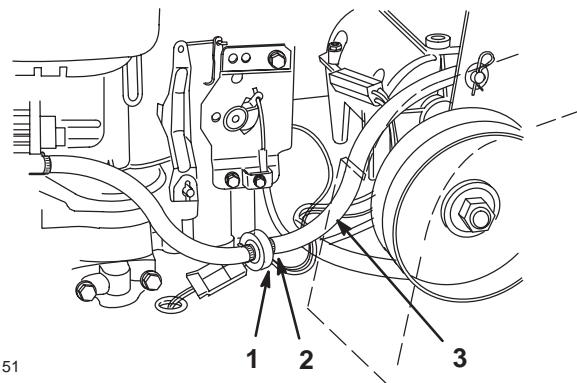

Bild 34
- Drücken Sie die Enden der Schlauchklemmen zusammen und schieben Sie sie vom Filter weg (Bild 34).